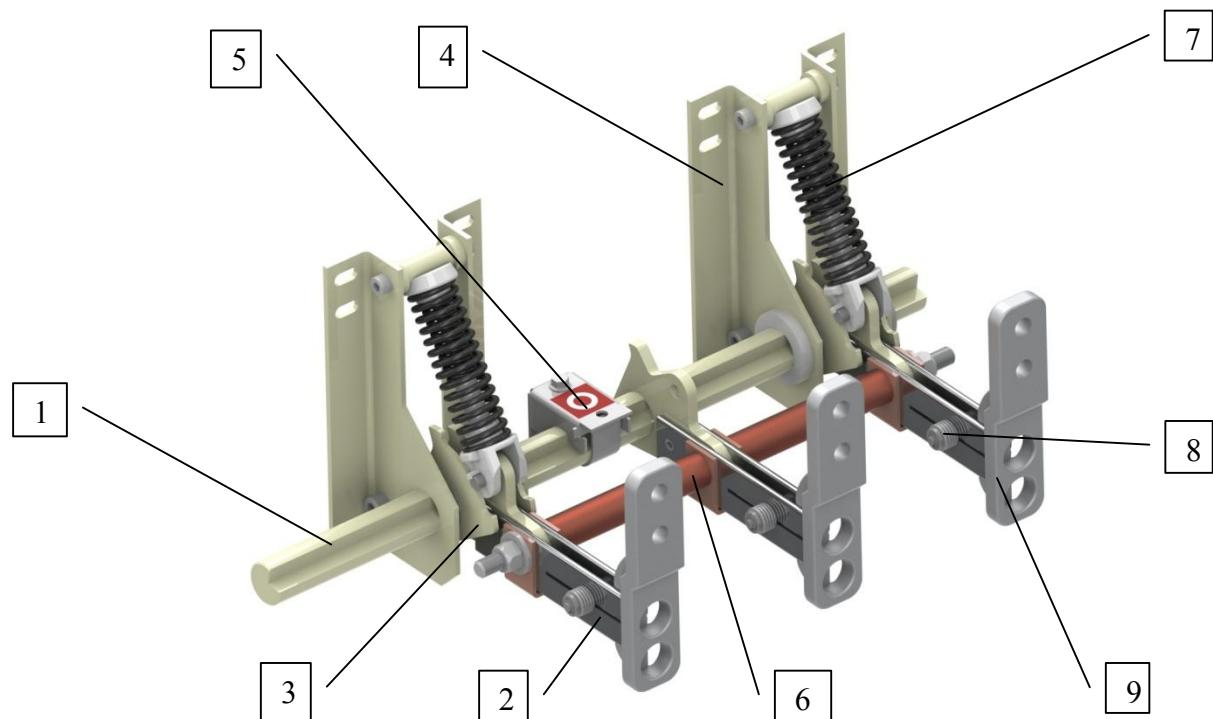
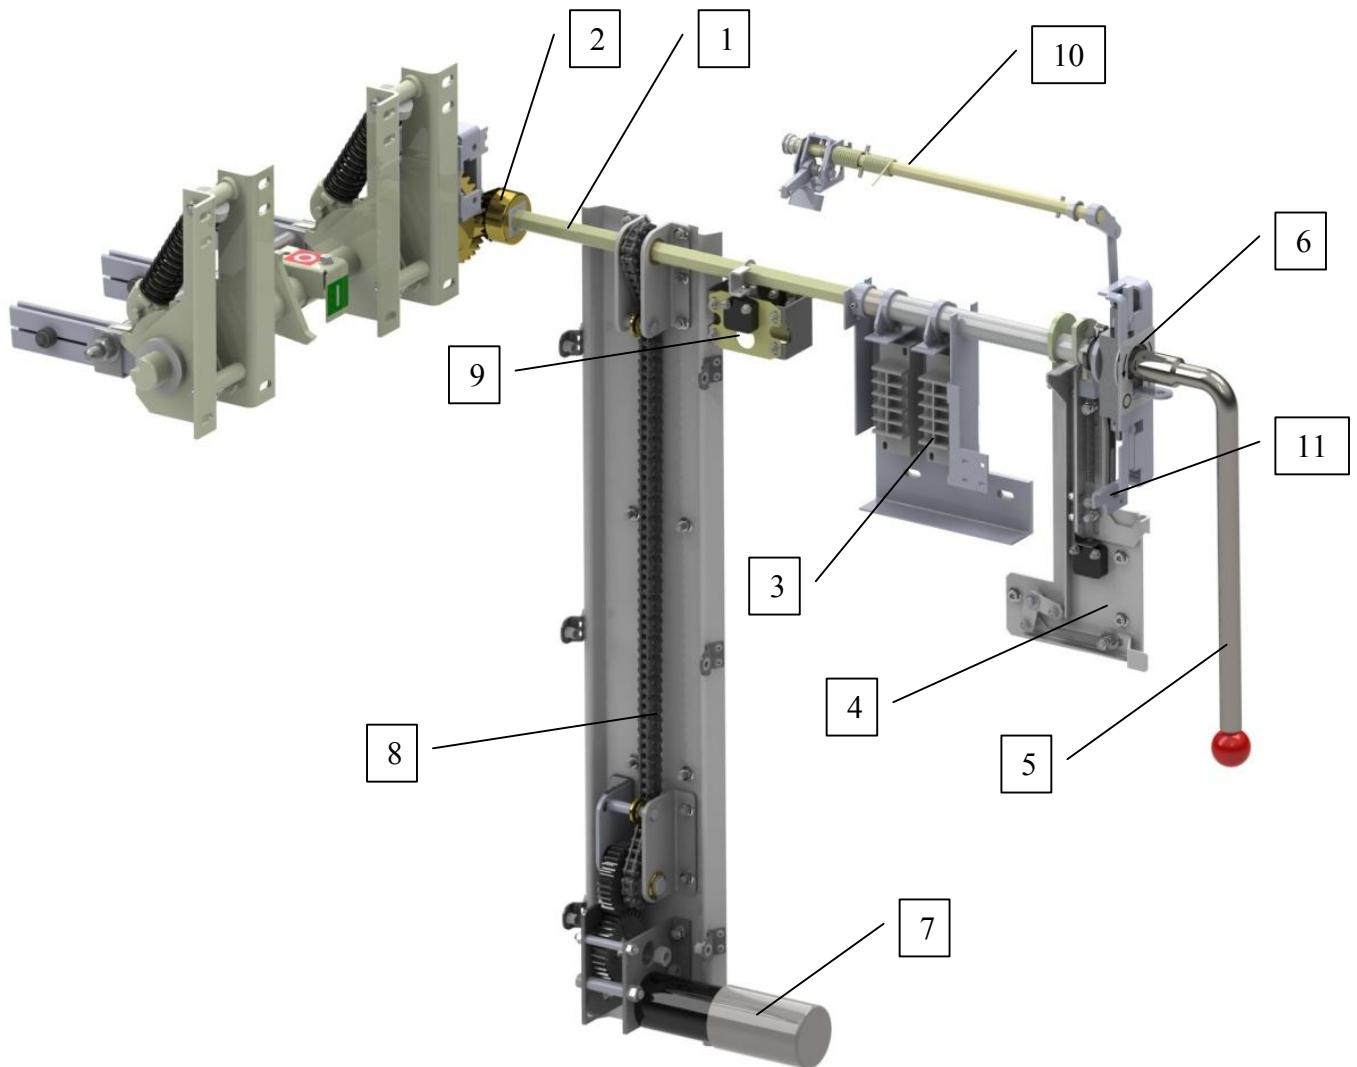

Рис. 2 Общий вид заземлителя
Рис. 4 Общий вид заземлителя с приводом.
1.4.1 Вал заземлителя 1 (Рис. 2), передающий движение подвижным контактам 2 через поворотные рычаги 3, вращается в отверстиях оснований 4. Основания жестко закрепляются на стенке распределительного устройства. На валу управления установлен механический указатель положения 5. Подвижные контакты жестко связаны между собой и электрически соединены токопроводящим стержнем 6. Каждая пара подвижных контактов имеет пружины поджатия 8, создающие необходимое усилие прижатия.
Фиксацию подвижных контактов, а также необходимые усилие и скорость включения заземлителя обеспечивают силовые пружины 7 (Рис.2).
1.4.3 Неподвижные контакты 9 (Рис.2) поставляются в комплекте с заземлителем и устанавливаются на токоведущих шинах распределительного устройства. Размеры и габариты присоединения неподвижных контактов указаны в Приложении 1.
1.5.3. В приводе с ручным управлением, вращение рукоятки оперирования 5 (Рис.4), передается через вал привода 1 и коническую зубчатую передачу 2, на вал заземлителя 1 (Рис.2). Блок контакты 3 (Рис.4), предназначены для передачи сигнала о положении заземлителя в схему вторичных соединений КРУ. Механическая блокировка 10 запрещает вкатывание выкатного элемента при включенном заземлителе и не позволяет производить оперирование заземлителем в рабочем и промежуточном положении выкатного элемента. Механическая блокировка 4 не позволяет производить открывание двери кабельного отсека при
1.5.4. В моторизованном приводе оперирование может производиться мотор – редуктором 7 (Рис.4), через цепную передачу 8 или рукояткой оперирования 5. Концевые переключатели 9 предназначены для отключения мотор – редуктора в крайних положениях вала привода 1. Механическая блокировка 11 блокирует дверь кабельного отсека при отключенном заземлителе. Габаритный чертеж привода приведен в Приложении 2.
- выкрутить винты *установочных колец* (см. рисунок 2) на 8-10 оборотов;
2.2.8 Для регулировки указателя положения контактов необходимо ослабить стягивающий болт и затем установить положение указателя на валу управления (см. рисунок 2).